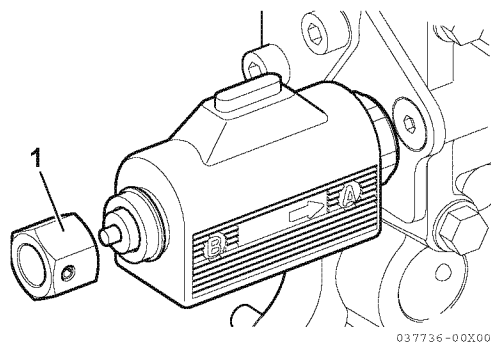

Figura 9
2. Invierta la tuerca de emergencia (1, **Figura 9**) y enrósquela en la válvula eléctrica.